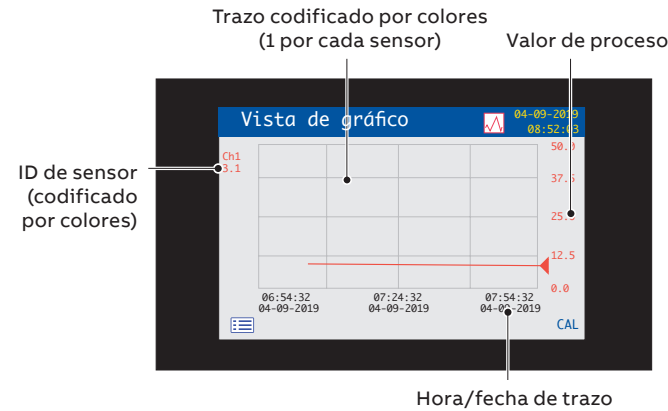

Figura 9 Vista de gráfico
- Vista de gráfico: presenta las lecturas de los sensores como una serie de trazos codificados por colores; consulte la Figura 9